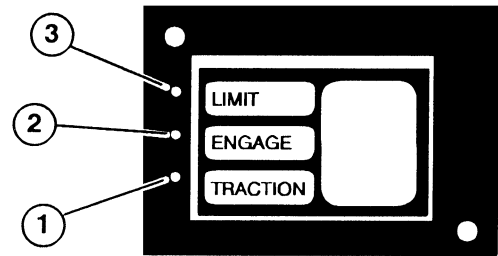

Bild 12
**Anmerkung:** Lampen (Leuchtdioden) an der Steuerung (Bild 12) zeigen an, wenn die folgenden Eingänge zur Steuerung anstehen: